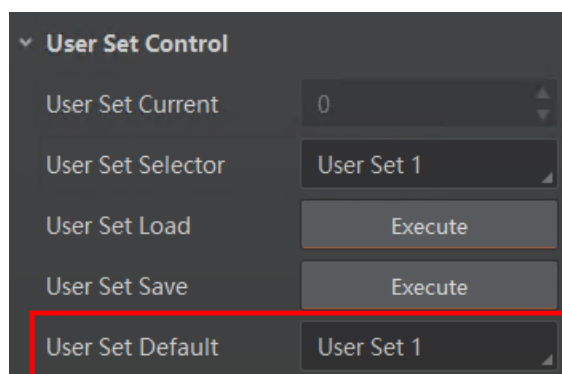

图9-11 设置默认启动参数
- 设置默认启动参数：通过 *User Set Default* 参数下拉选择设备上电时默认启动的参数，如图 9-11 所示。